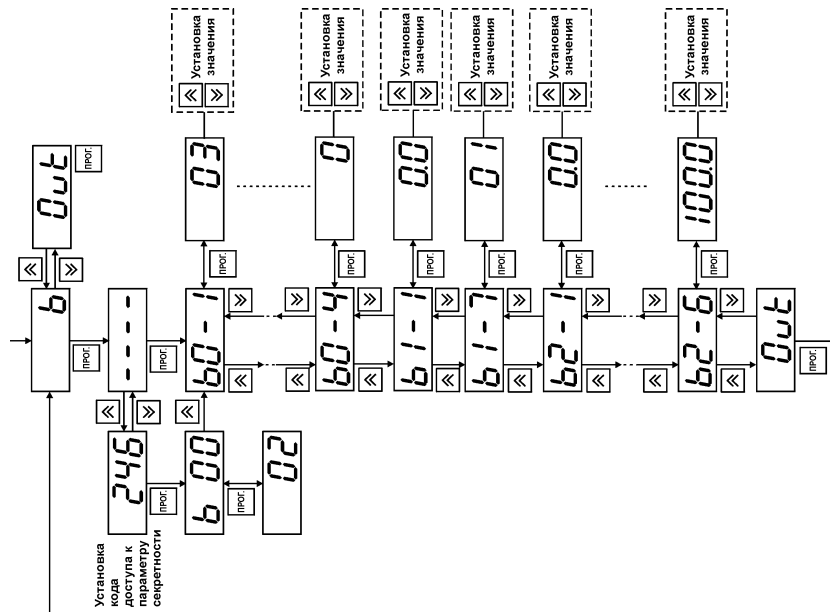

Рис. 12
6.2.2. Вход в режим ПРОГРАММИРОВАНИЕ осуществляется нажатием и удерживанием кнопки  в течение 6 с. Последовательность процедуры программирования прибора приведена на рис. 12. Если в течение 20 с в режиме ПРОГРАММИРОВАНИЕ не производится операций с кнопками, прибор автоматически возвращается в режим РАБОТА.